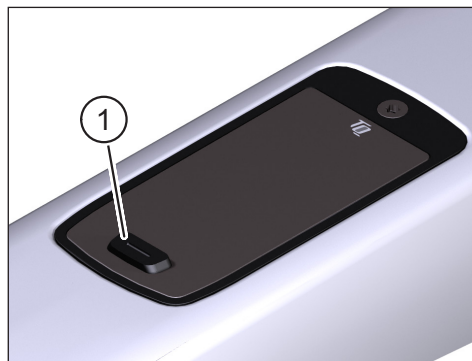

Fig. 11: Display
- ▶ Starta drivenheten med ett **kort** tryck på knappen (nr 1 i fig. 11) på displayen.
- ▶ Stäng av drivenheten med ett **långt** tryck på knappen (nr 1 i fig. 11) på displayen.